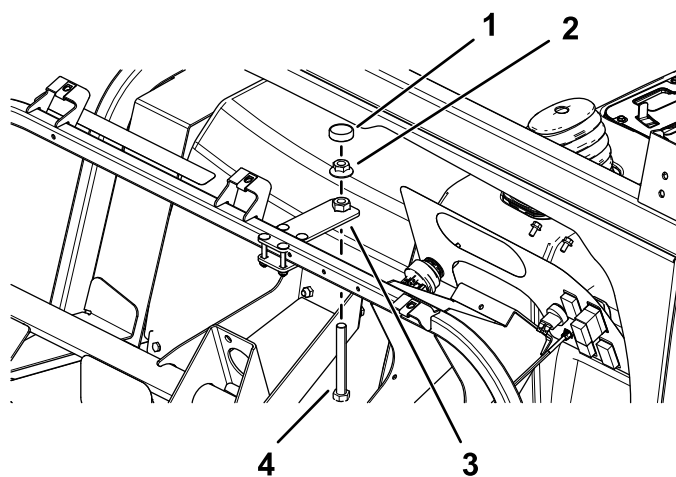

Figura 37
3. Montate il bullone a tutta filettatura ($\frac{1}{2}$ " x 4"), il dado flangiato ($\frac{1}{2}$ ") e la piastra di battuta sulla piastra di regolazione (Figura 37).